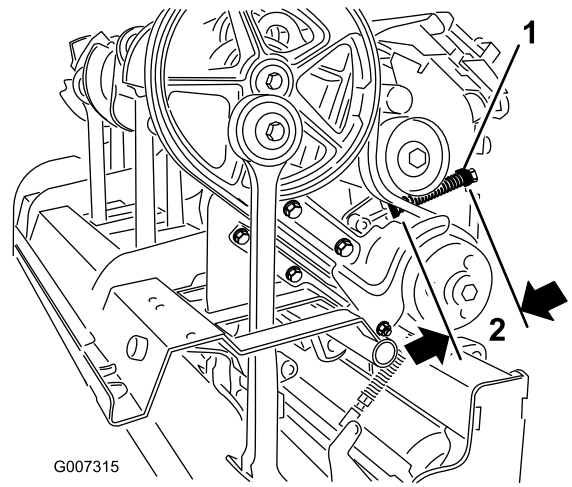

Figura 34
- C. Desaperte a porca de bloqueio que fixa o protetor da mola (Figura 34).
- D. Ajuste o protetor da mola para obter o comprimento pretendido da mola comprimida (Figura 34).